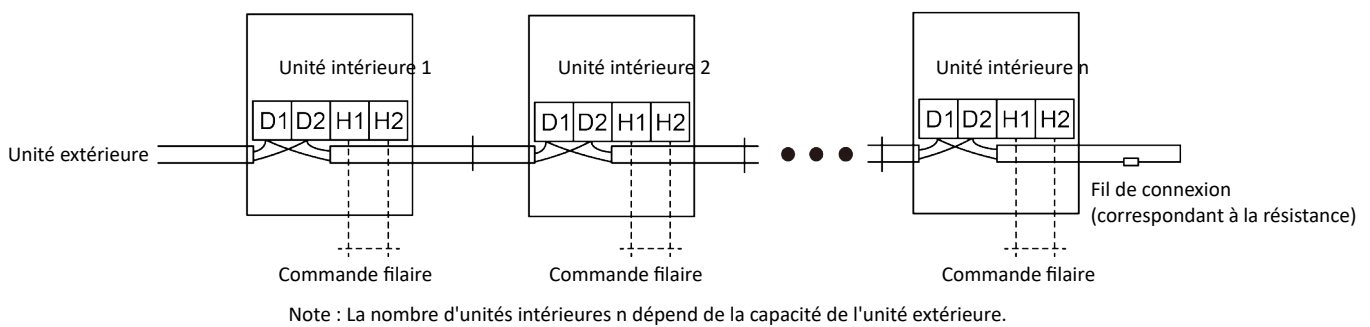

Fig. 5.3.2
- 5 Afin d'assurer la fiabilité de la communication entre l'unité intérieure (UI) et l'unité extérieure (UE) et de la communication entre les UI, ajoutez une résistance adaptée (fournie dans un emballage avant le départ d'usine) sur la carte de câblage de la dernière unité intérieure dans un branchement en série. La résistance correspondante doit être branchée en parallèle entre les vis de bornier D1 et D2, voir Fig. 5.3.2.